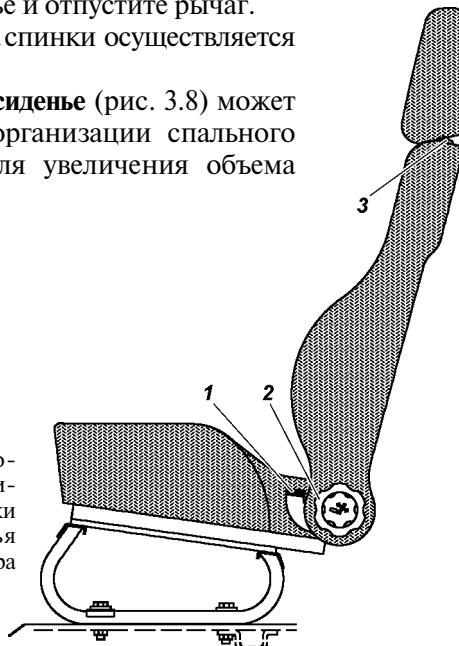

Рис. 3.7. Переднее сиденье:
**Регулировка передних сидений** в продольном направлении осуществляется с помощью рычага 1 (см. рис. 3.7):